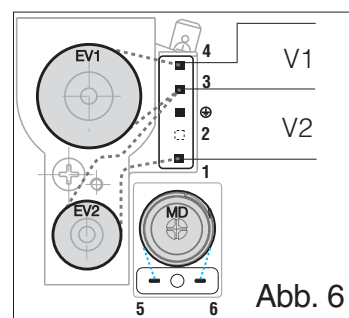

Abb. 6
- Stromplan in Abb. 6. Das Sperr-Magnetventil EV1 wird durch Anschluss der Kontakte 3 und 4 versorgt. Das Sperr-Magnetventil EV2 wird durch Anschluss der Kontakte 1 und 3 versorgt.